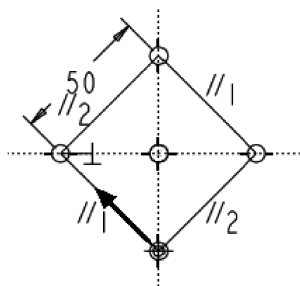
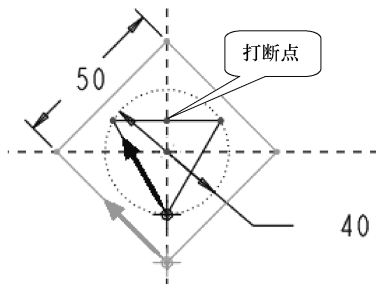

图 6-41 截面2
图 6-42 截面3
- (1) 新建文件名为“liti6-4.prt”的实体文件。
- (2) 选择菜单栏中的【插入】|【混合】|【伸出项】选项。
- (3) 在【混合选项】菜单中选择【平行】|【规则截面】|【草绘截面】|【完成】选项。
- (4) 在【属性】菜单中选择【直】|【完成】选项。
- (5) 在【设置草绘平面】菜单中选择【新设置】|【平面】选项。
- (6) 在图形区“TOP”基准面作为草绘平面。
- (7) 在【方向】菜单选择【反向】选项，再选择【确定】选项。
- (8) 在【草绘视图】菜单选择【缺省】选项，进入草绘界面。
- (9) 在两参照交点处草绘点作为截面1。
- (10) 按下鼠标右键，在弹出的快捷菜单选择【切换截面】选项，进入下一个截面。
- (11) 草绘正方形作为截面2，如图6-41所示，注意起点位置及约束。
- (12) 按下鼠标右键，在弹出的快捷菜单选择【切换截面】选项，进入下一个截面。
- (13) 使用调色板草绘三角形作为截面3，如图6-42所示，注意起点位置。